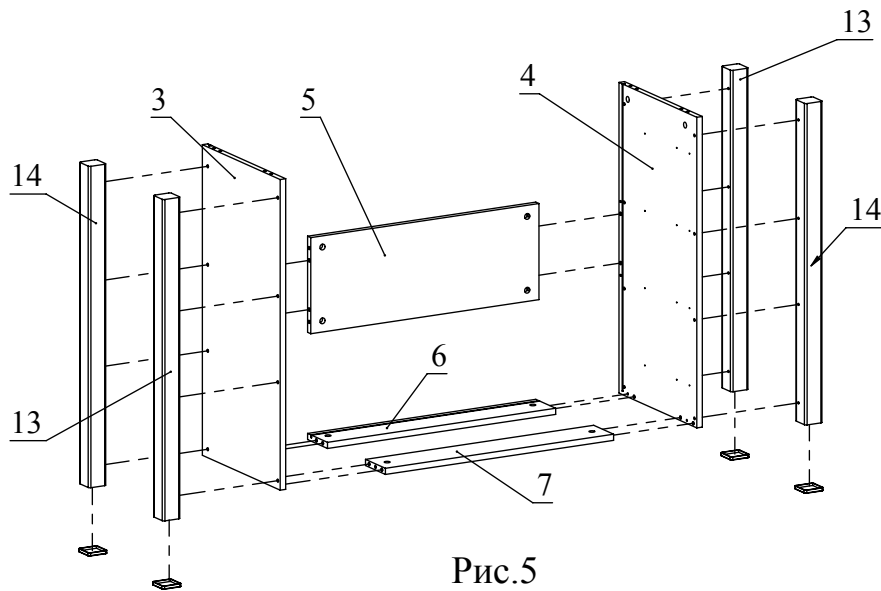

Рис.5
3. С помощью конфирматов прикрепите детали 13 и 14 к деталям 3 и 4 согласно схеме. Соедините детали 5,6,7 с деталью 3 и затяните головки минификсов. Аналогично соедините деталь 4 с деталями 5,6 и 7. Установите накладку для профиль-ножек на детали 13 и 14. (Рис. 5)